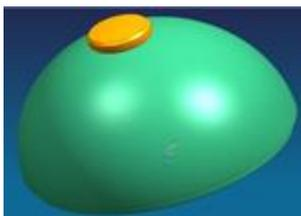
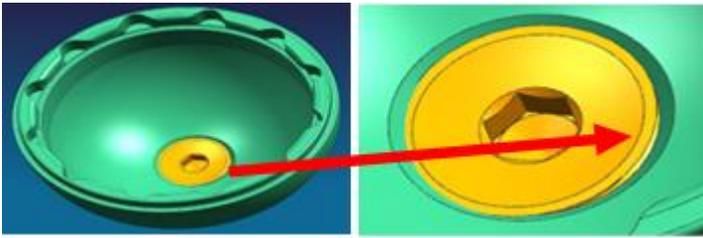

Abbildung 1: Apex HE durch die Wand der Pfanne geschraubt
Abbildung 2: Apex HE verkantet, steht im Pfanneninneren hervor
Diese Sicherheitsinformation ist zur Benachrichtigung von Ärzten bestimmt, die den Apex HE verwenden. Die zu grosse Öffnung in der Pfanne kann dazu führen, dass der Apex HE ohne Anschlag durch die Wand der Pfanne geschraubt werden kann (siehe **Abbildung 1**) oder aufgrund von verkantetem Einschrauben im Pfanneninneren hervorsteht (siehe **Abbildung 2**). Dies kann auftreten, wenn der Apex HE beim Einschrauben in die Öffnung von bestimmten PINNACLE® PFANNEN manipuliert wird oder nicht gerade positioniert ist. Bei einer Verkantung kann der Arzt den Anschlag des Apex HE an der Pfanne nicht fühlen.
- Wenn der Apex HE wie in Abbildung 2 dargestellt im Pfanneninneren hervorsteht, kann das Keramikinlay der betroffenen Pfanne brechen. Wenn dies während des chirurgischen Eingriffs nicht erkannt wird, kann es beim Patienten zu schlechter Gelenkmechanik und Schmerzen kommen.